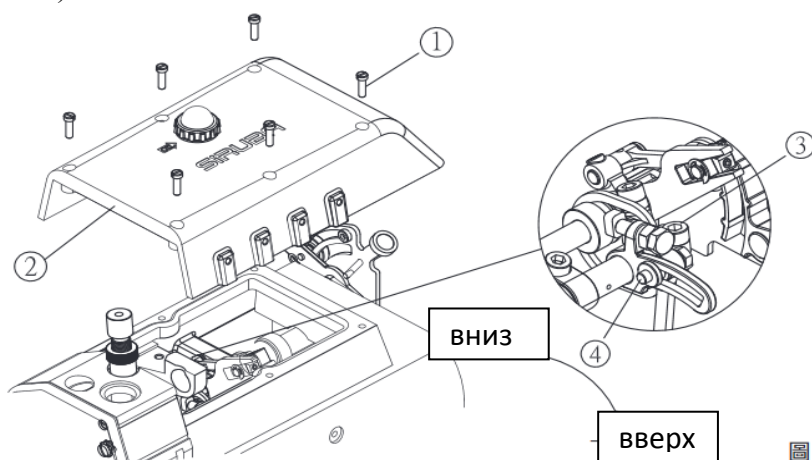

Fig. 44 / Fig. 44
Ослабьте винт (1) и снимите верхнюю крышку (2). Ослабьте винт (3) и отрегулируйте ход, сдвинув (4). (Рис. 44)